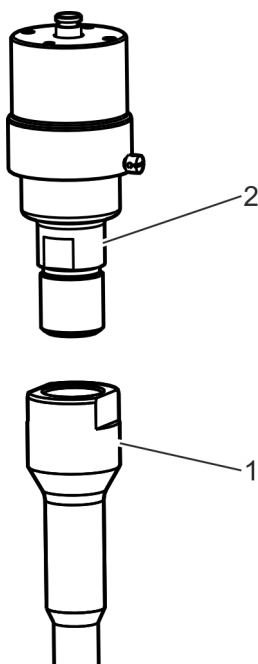

Fig. 17: Colocar el cuerpo del dispositivo
12. ➤ Enrosque el cuerpo (Fig. 17/2) del nuevo dispositivo de alivio de sobrepresión con muelle en el cuello de unión (Fig. 17/1) girando en sentido horario sin apretarlo del todo.